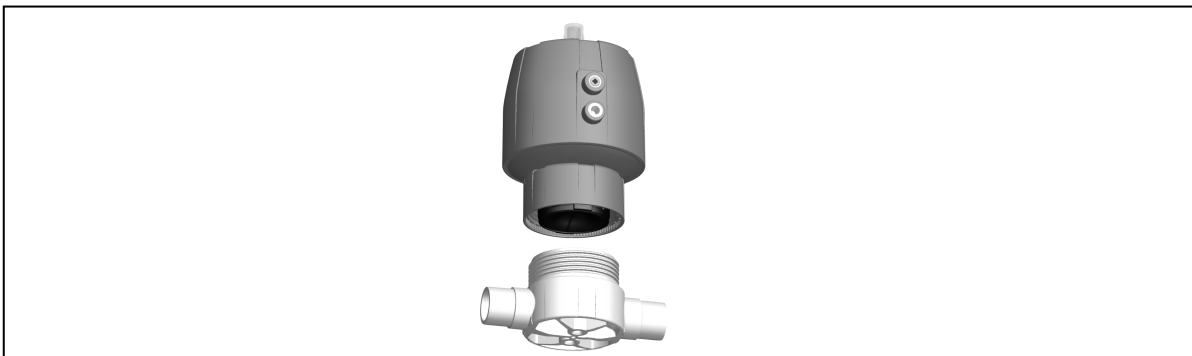

Рис. 24
- ▶ Привод головок положения на теле клапана: Перестройте выпуклость диафрагмы, параллельной части сжатия, см. рис. 24